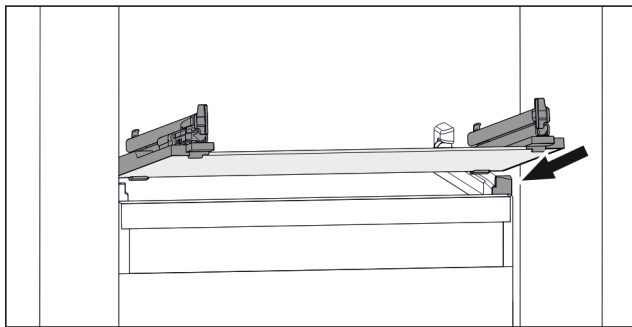

Fig. 113 Примерное отображение стеклянной пластины
- ▶ Наклоняя вниз, установите стеклянную пластину за стопоры. (см. Fig. 113)